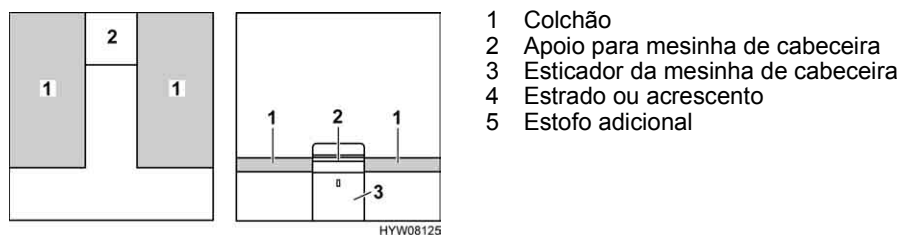

Fig. 134 Antes da transformação
- Retire o apoio para a mesinha de cabeceira (Fig. 134,2) e ponha-o de lado.